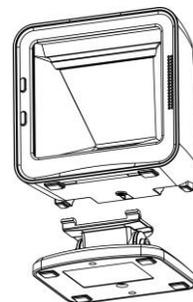

图 2-1
1. 如图 2-1 所示，把底座上的两个扣臂插入影像平台底部对应的凹槽中。